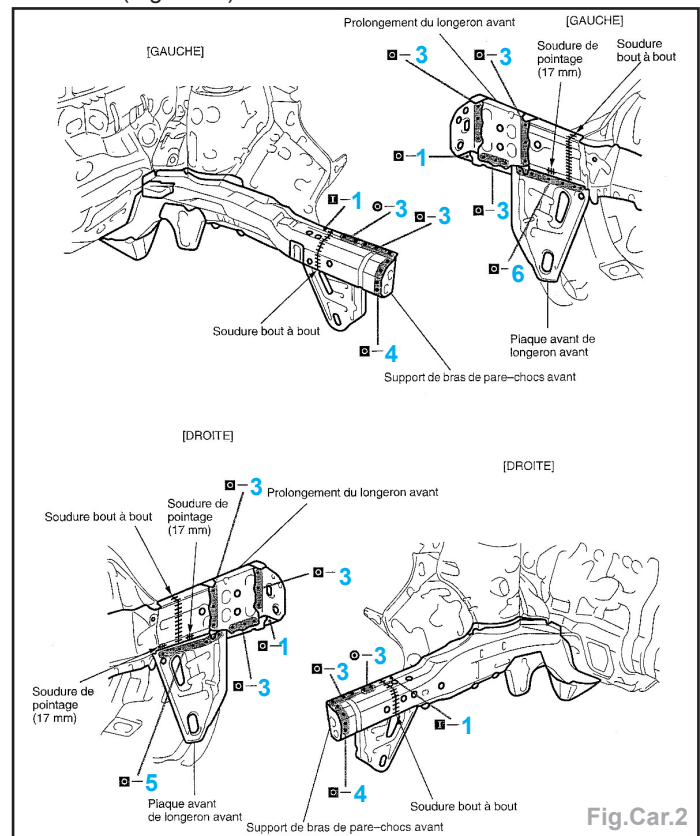

Fig.Car.2
- Positionner et ajuster la section de longeron sur le marbre de contrôle (Fig.Car.2).